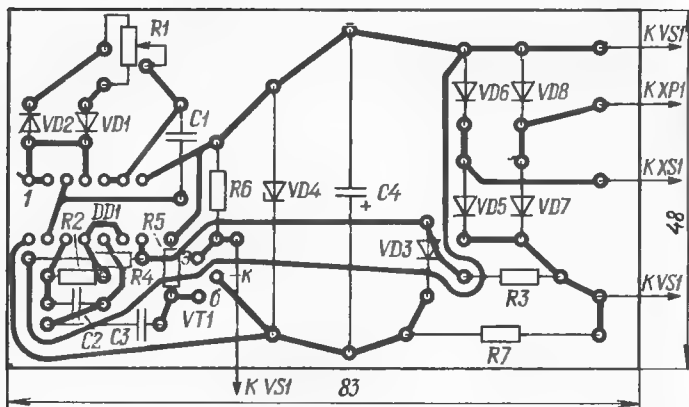

Рис. 2
Если регулятор предполагается использовать с нагрузкой мощностью не более 200 Вт, все его детали, кроме транзистора VS1, размещают на печатной плате (рис. 2) из фольгированного стеклотекстолита. Плата рассчитана на установку постоянных резисторов МЛТ (BC), подстроечного СПО-0,5 (СП4-1а, СП4-4 и т. п.), конденсаторов К50-24 (C4) и КМ, КЛС, КД (остальные).